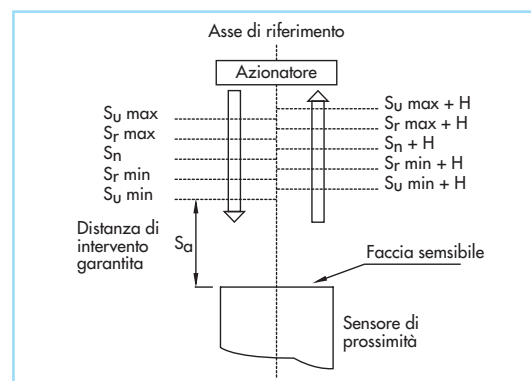

Fig. 1
La distanza di intervento nominale è un valore convenzionale usato per definire la distanza di intervento. Esso non tiene in considerazione né tolleranze di produzione né le variazioni dovute a cause esterne come tensione e temperatura. In fig. 1 si può osservare la relazione che intercorre tra le distanze di intervento ( $S_n$ ,  $S_r$ ,  $S_a$ ) e l'isteresi (H).